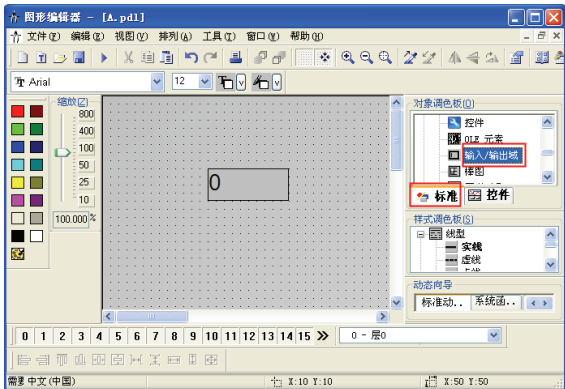
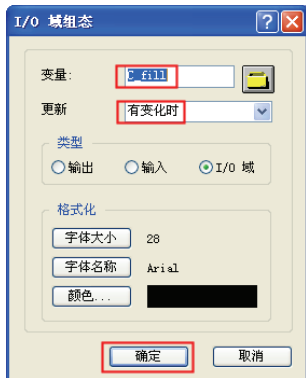

图 9-22 图形编辑器
图 9-23 “I/O 域组态”对话框
2) 打开图形编辑器,将“输入/输出域”拖入图形编辑器窗口中,如图 9-22 所示,选中“输入/输出域”并用鼠标右键单击,在弹出的菜单中单击“组态对话框”选项,弹出“I/O 域组态”对话框,将“输入/输出域”与内存变量“C_fill”链接,选项设置如图 9-23 所示。